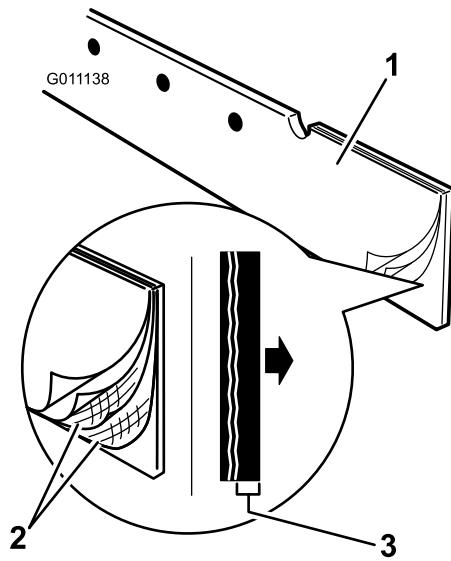

Figura 4
6. Posicione o limpador de forma a que o rebordo em borracha fique para a frente e a parte reforçada com fibras da secção transversal fique para trás (Figura 4).